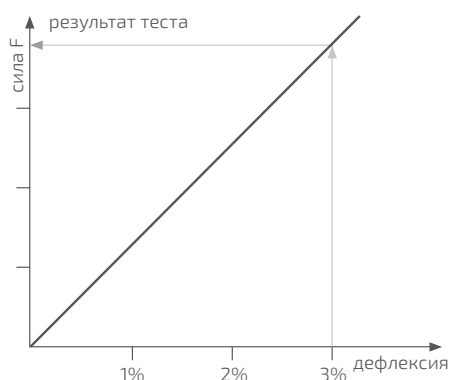

Рисунок 1.
- Кольцевая жесткость. Испытания в соответствии с EN ISO 9969 (см. рис. 1), ГОСТ Р 54475-2011 (п. 8.4), ТУ 22.21.21-078-73011750-2021 (п. 4.5);